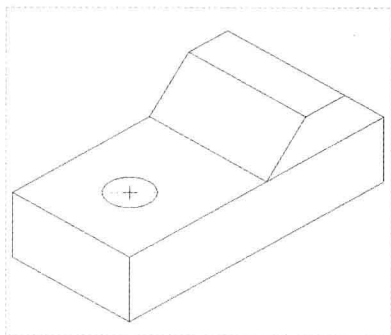

图 2-45 绘制平行四边形
Step 04 在绘图区左下方和右下方合适的端点上依次单击鼠标左键，绘制平行四边形，单击鼠标中键，完成平行四边形的绘制，如图 2-45 所示。